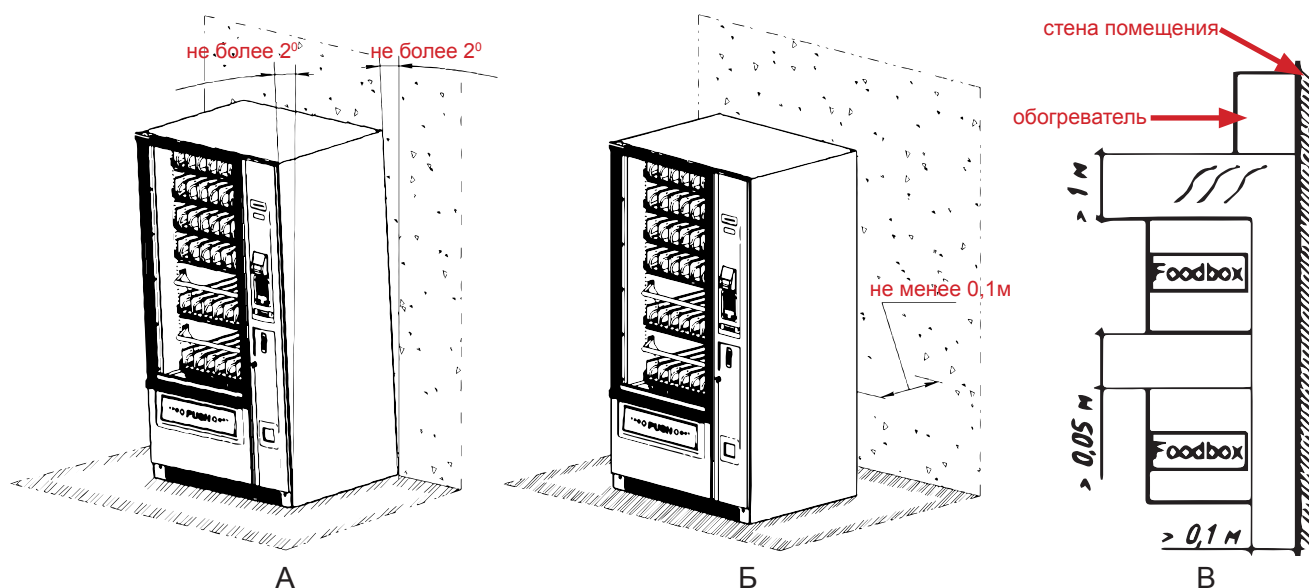

Рисунок 7 - Установка автомата
- запрещается устанавливать автомат под наклоном более 2° (см.рис.7а);
- расстояние от задней стенки автомата до предметов должно быть не менее 0,1 м (см.рис.7б,в);
Примечание: Допускается наклон автомата не более 2° (см.рис.7а). Наклон более 2° может привести к некорректной работе автомата!